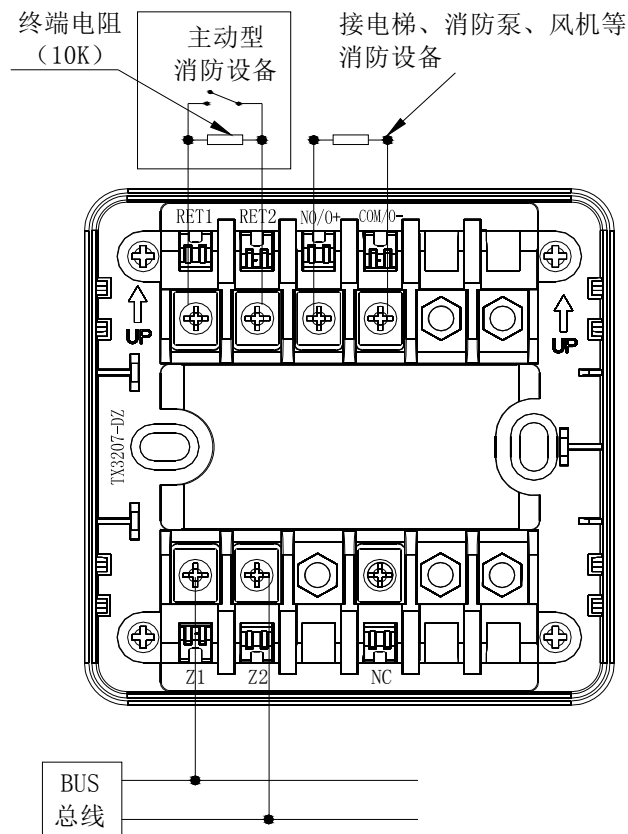

图 3 接线方式示意图
- ◆ 在输入线的末端（远离模块端）必须并联一个 10KΩ 的终端电阻（具体接线方法参见图 3）。
模块的接线方式如图 3 所示。